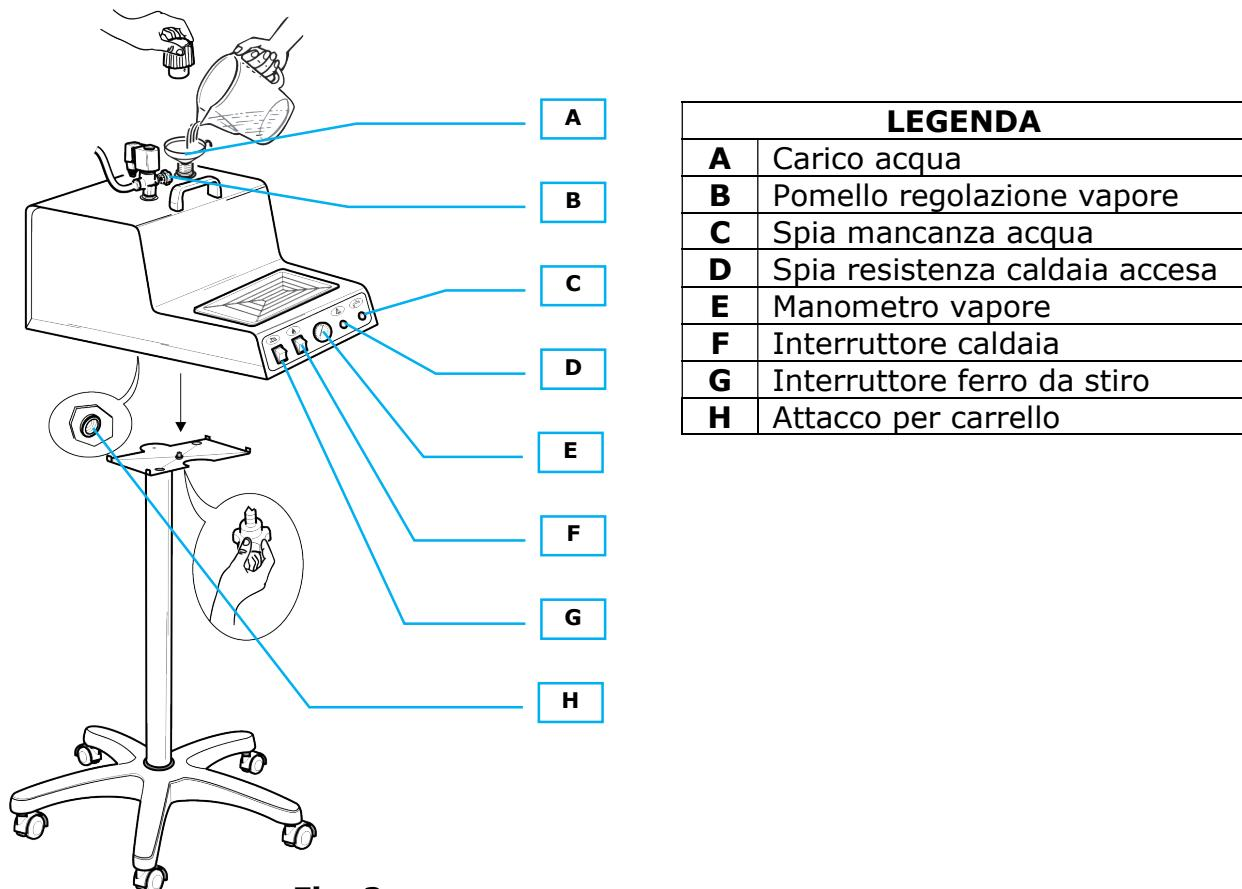
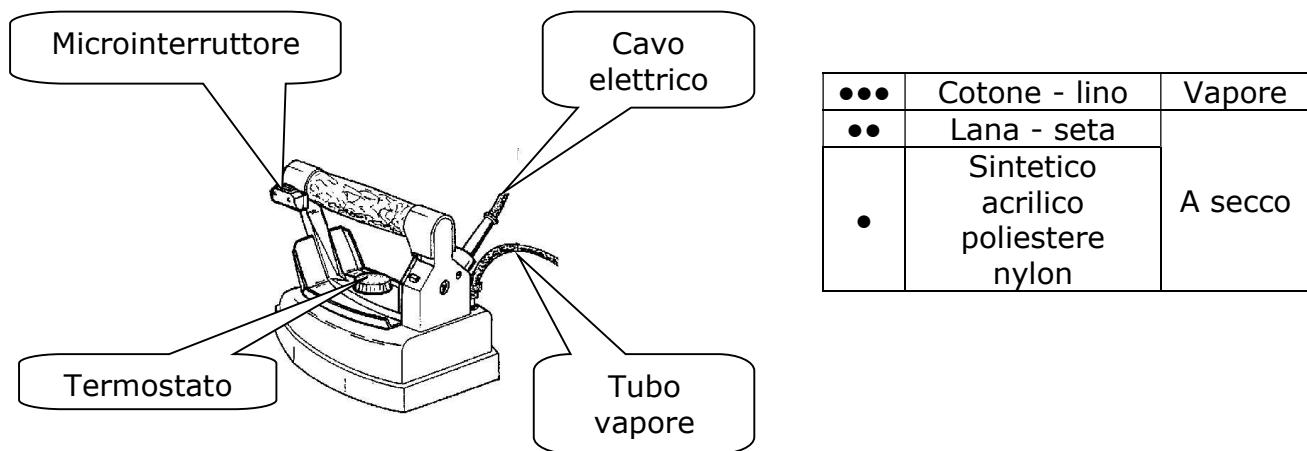

Fig. 2
Fig. 3
5. Per la MIA dotato di carrello: avvitare il pomello del carrello sull'apposito attacco presente sotto la base del MIA (fig. 2).
1. Svitare il tappo valvola dal MIA (fig. 1) e riempire con la quantità desiderata d'acqua la caldaia (fig. 2) prestando attenzione che non trabocchi. Si consiglia di riempire la caldaia servendosi di un imbuto. Riavvitare il tappo prendendolo per la parte in plastica con l'avvertenza di non serrarlo troppo altrimenti si rovina la guarnizione (vedi capitolo 7).
3. Accendere l'interruttore della caldaia (fig. 2 F), l'interruttore del ferro (fig. 2 G) e portare il termostato del ferro da stiro (fig. 3) sulla posizione "cotone".
4. Attendere che la spia caldaia si spenga (fig. 2 D): il manometro dovrebbe indicare 2,5/3 bar circa. A questo punto sollevare il ferro da stiro per il manico in sughero e premere il microinterruttore del ferro (fig. 3) per 4-5 volte, facendo uscire il vapore. Bisogna inoltre accertarsi che il vapore sia ben saturo (premendo il microinterruttore con il ferro da stiro rivolto verso il pavimento). È possibile inoltre
regolare la quantità di vapore desiderata tramite il pomello regolazione vapore (fig. 2 B). A operazione eseguita, il ferro da stiro è pronto per stirare. Durante lo stiro la spia caldaia si accende e si spegne in continuazione, segno di normale funzionamento (fig. 2 D).
1. Passare il ferro da stiro sui capi da stirare, premendo ad intervalli il microinterruttore del ferro (fig. 3) per far uscire il vapore.
4. Per la stiratura a secco si può regolare il termostato (fig. 3) sulle varie posizioni, a seconda del tipo di tessuto che si vuole stirare (fare riferimento quindi alle indicazioni apposte sui capi). Per lo stiro a vapore si deve regolare il termostato sulla posizione "cotone" o "lino" (**N.B.:** solamente per i ferri Tulipano il termostato deve essere posizionato su fine "lana" - inizio "cotone").
5. Quando la MIA viene utilizzata abbinata ad un tavolo da stiro non aspirante è possibile che sorgano delle macchie d'acqua sul tavolo, in questo caso diminuire il flusso di vapore del ferro tramite il pomello di regolazione vapore (fig. 2 B). Si consiglia perciò di abbinare l'apparecchio ad un tavolo aspirante e riscaldato.
L'acqua è terminata quando, durante lo stiro, si accende la spia "senza acqua" (fig. 2 C). A questo punto rimuovere la spina dalla presa, ruotare di 360° il tappo valvola (fig. 1) e aspettare che sia fuoriuscito tutto il vapore (il manometro deve indicare 0 bar). Con molta cautela svitare e togliere il tappo e attendere 5/10 minuti.
Rifornire quindi d'acqua la caldaia (fig. 2) in base alla necessità evitando il trabocco (vedi capitolo 4 punto 1). Riavvitare il tappo valvola, reinserire la spina nella presa di corrente e attendere finché non si spegne la spia caldaia (fig. 2 D). Il ferro è nuovamente pronto per stirare.
3. il tubo vapore e il filo del ferro da stiro ogni qualvolta risultino danneggiati (fig. 3);
6. quando il ferro si surriscalda o perde acqua (fig. 3);
7. quando si lava o si pulisce il ferro da stiro con l'acqua (fig. 3);